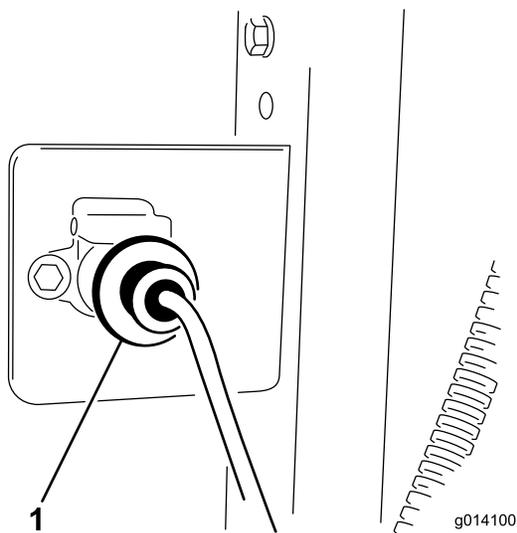

図 10
- ワイヤハーネスのソケットをブラケットに固定する； 1/4 x 1 インチのねじ（2本）とナットを使用する（図 10）。
- ベースユニットのワイヤ・ハーネスを牽引車両のワイヤ・ハーネスに接続する（図 10）。コネクタは、牽引車両に取り付けた油圧ホースの間にある。